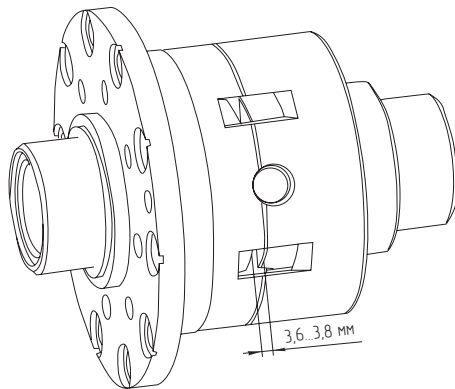

Рис. 3
- ❗ **ВАЖНО:** Чтобы быть уверенным, что ваша новая блокировка будет работать должным образом, необходимо до окончательной сборки произвести замер, как показано на Рис. 3
4. Используя набор плоских щупов, через отверстия крестовины измерьте зазор, как показано на **Рис. 3**. Зазор между распорными муфтами при установленной блокировке в собранный корпус дифференциала должен составлять от 3,6 до 3,8 мм.